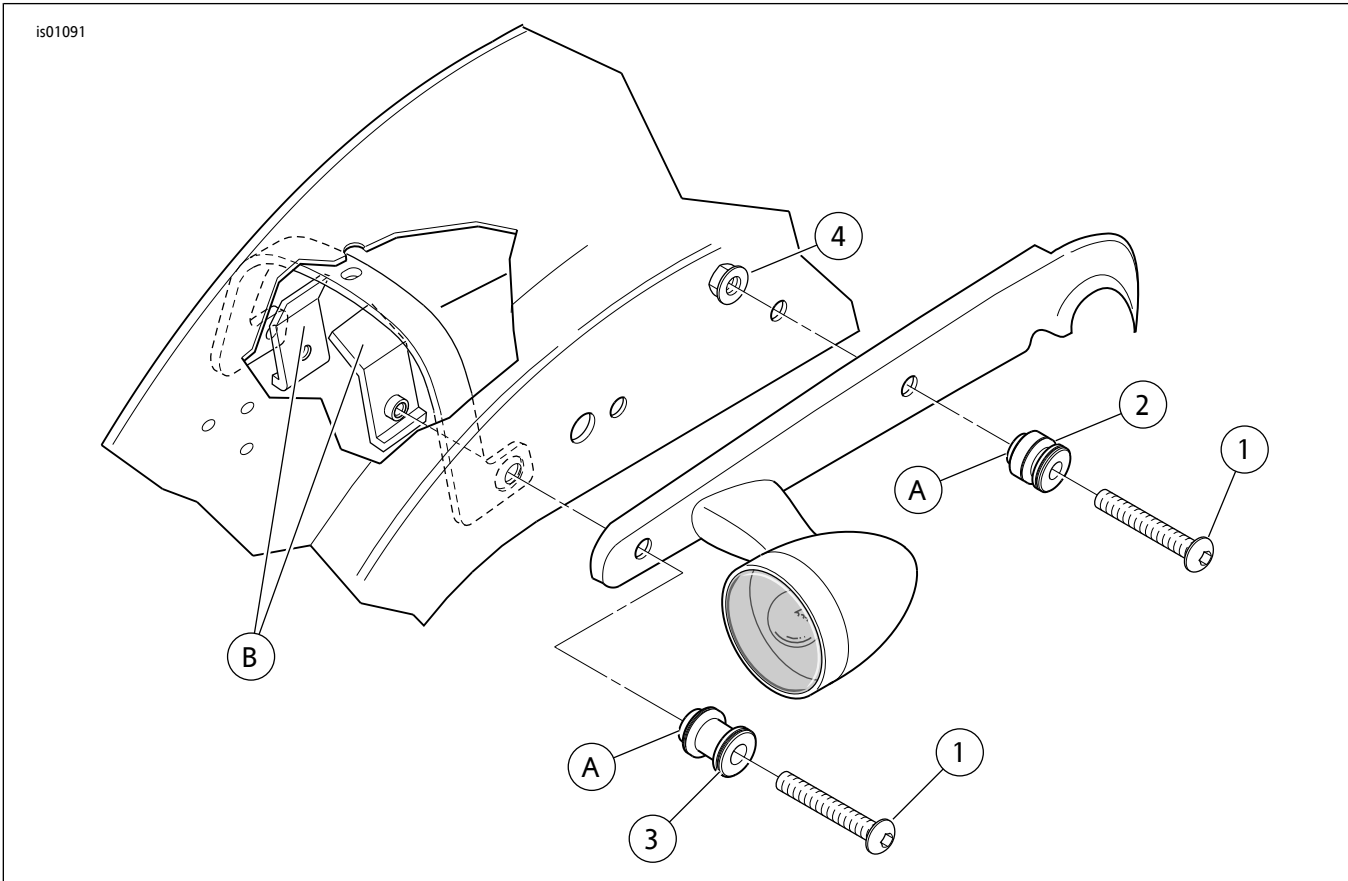

图2。维修零件：对接五金件
参见图2和表1。
3. 参见图2。从套件中取出前对接点(2)、螺丝(1)和锁紧螺母(4)。注意对接点一端的小直径卡圈。将对接点置于螺丝螺纹上，使卡圈端距离螺丝头最远。在螺丝的螺纹上涂敷几滴Loctite®243(蓝色)。将螺丝插入后挡板支架前部孔，将卡圈安装至对接点并朝向前孔。从挡板下方将锁紧螺母拧至螺丝螺纹。拧紧锁紧螺母至20 N·m (15 ft-lbs)。